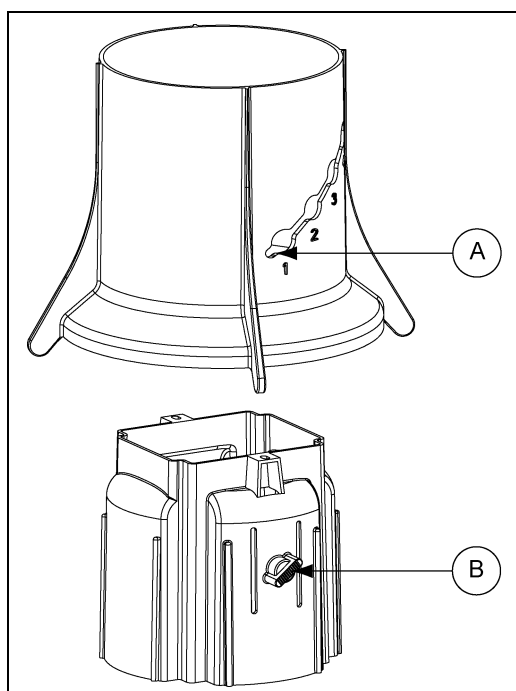

Рисунок 4G
1. Соберите регулятор уровня корма и уровень корма, совместив кнопку регулятора уровня корма с регулировочным отверстием уровня корма, как показано на Рисунок 4G.